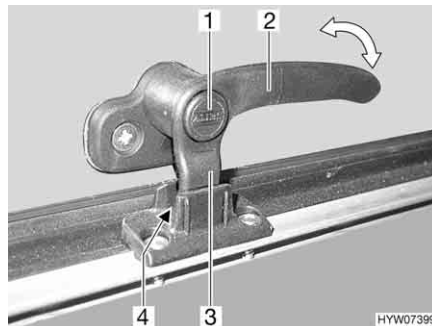
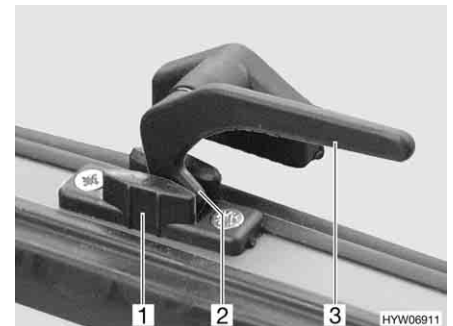

Fig. 95 Palanca de bloqueo con botón de seguridad en la posición de "ventilación continua"
Fig. 96 Palanca de bloqueo en la posición de "ventilación continua"
- En la posición "ventilación continua" (Fig. 95 y Fig. 96)
- Si existe, pulsar el botón de seguridad (Fig. 95,1) y mantenerlo pulsado.
- Girar la palanca de bloqueo (Fig. 95,2 ó Fig. 96,3) un cuarto de vuelta hacia la mitad de la ventana.
- Girar de nuevo hacia atrás la palanca de bloqueo. El saliente de bloqueo (Fig. 95,3 ó Fig. 96,2) de la palanca de bloqueo se ha de introducir para ello en el rebaje del bloqueo de la ventana (Fig. 95,4 ó Fig. 96,1).
- Si existe, soltar el botón de seguridad (Fig. 95,1).